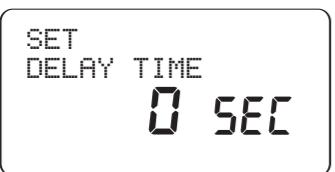

Abbildung 22: Anzeige – „Station Delay“ (Stationspause)
1. Drehregler auf **STATION DELAY** (Stationspause) drehen [Siehe Abbildung 22].